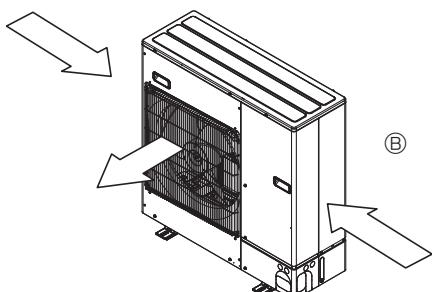

Fig. 2-6
- ③ Anbring om muligt enheden således, at luftudblæsningen blaeser vinkelret på den fremherskende vindretning. (Fig. 2-6)